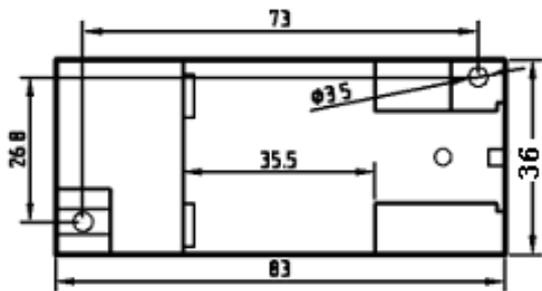

图5 安装尺寸图
如图5所示(单位mm)。
- ① 按图 5 中的螺孔位置在固定板上打直径为 4mm 孔;
- ② 使用小于  $\Phi 3.5$  的螺钉插入孔中固定。